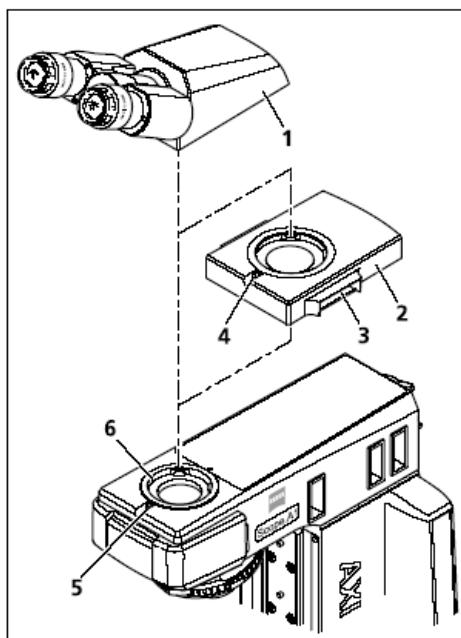

图3-40 安装双目观察筒
- 用圆头螺丝刀SW3松开六角形紧固螺丝（图3-40/5），拿开镜筒（图3-40/1）。
- 将中间板（图3-40/2）的燕尾环插到标准插座（图3-40/6）中，调节中间板，然后将其用六角插座螺丝（图3-40/4）固定。
- 如果可以的话，将检偏镜插板插到插板插口（图3-40/3）。
- 将双目观察筒（图3-40/1）插到中间板时，轻轻将其倾斜，并调整，将其用六角插座螺丝（图3-40/4）固定。